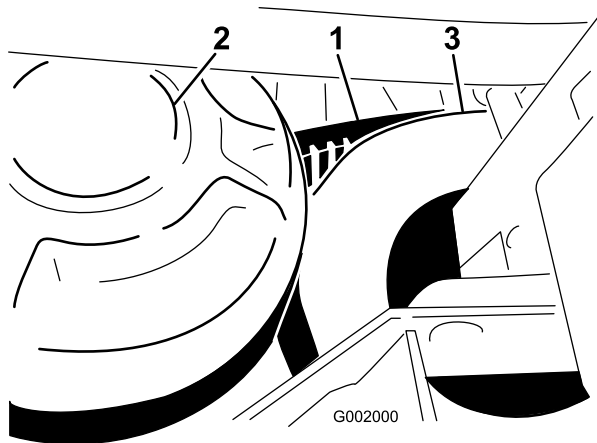

図 63
1. 二次クラッチを回しながら二次クラッチ部分でベルトを外す (図 63)。